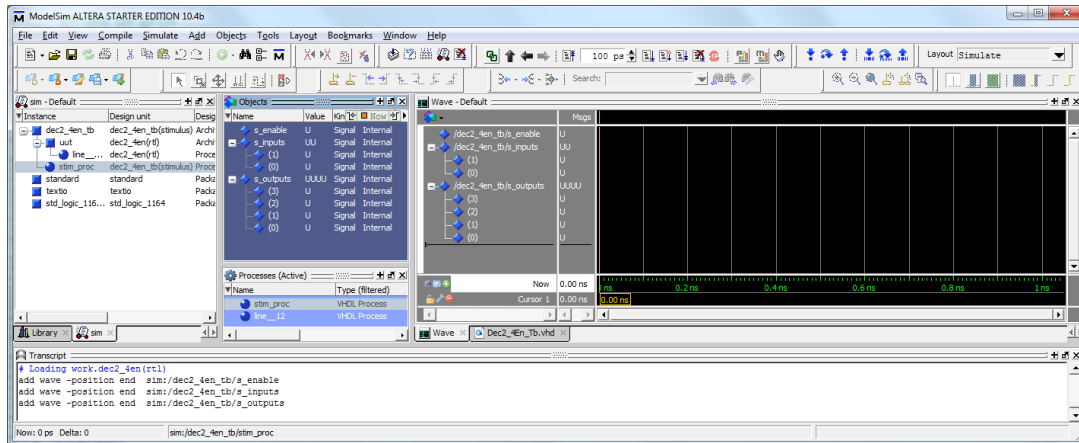

Figura 6 – Sinais **s_enable**, **s_inputs** e **s_outputs** adicionados à janela “Wave”.
10. Adicione à janela “Wave” (por *drag-and-drop* da janela “Objects”) os sinais da *testbench* ligados aos portos da entidade a simular (**s_enable**, **s_inputs** e **s_outputs**) conforme ilustrado na Figura 6.